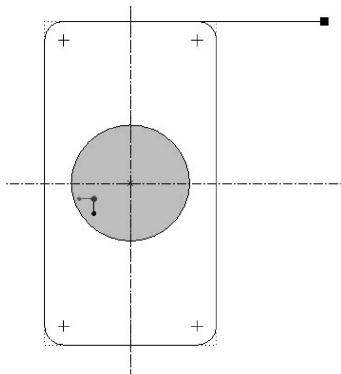

图 4-36 未封闭截面
- 封闭截面以外不允许有点及线条。系统进行拉伸（或者其他基础命令操作）时，只能对完整闭合图形进行操作，其他图元无法同时完成操作。因此，在二维草图画面中，有多余的线条及点时，二维图形无法形成有效拉伸区域，如图 4-36 所示。若这时退出草图，系统会弹出警示对话框，多余图元会以高亮方式提醒。